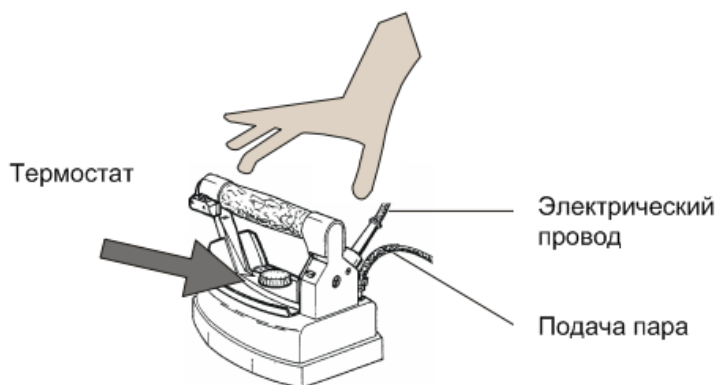

рис. 5
3. Включите парогенератор (рис. 2, А). Через пять минут включите утюг (рис 2, В), выставьте термостат на отметку “cotton” (рис. 5).